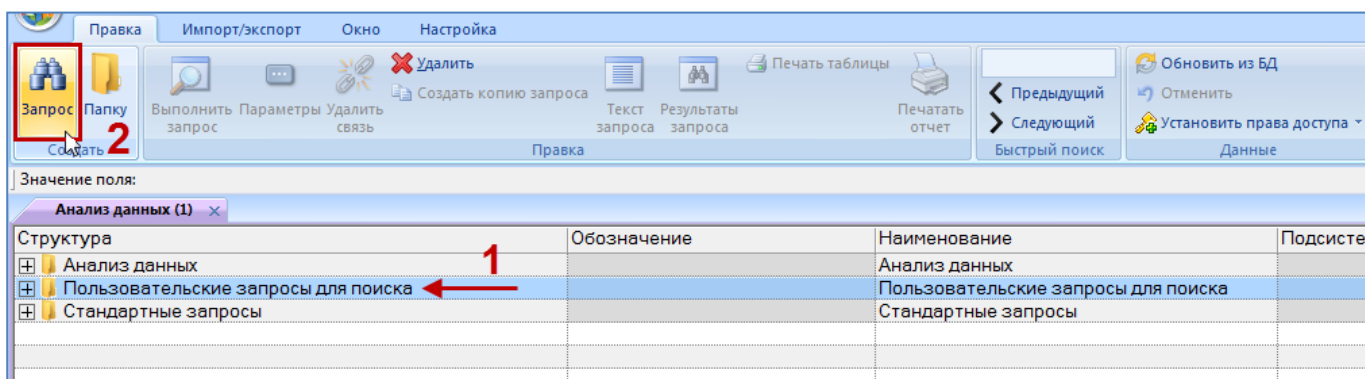

Рис. 7-4 – Создание запроса
2) Выбрать папку (1 на рис. 7-4) или существующий запрос. При необходимости создать новую папку, нажав кнопку «Папку» панели «Создать».
- 3) Нажать кнопку «Запрос» панели «Создать» (2 на рис. 7-4).